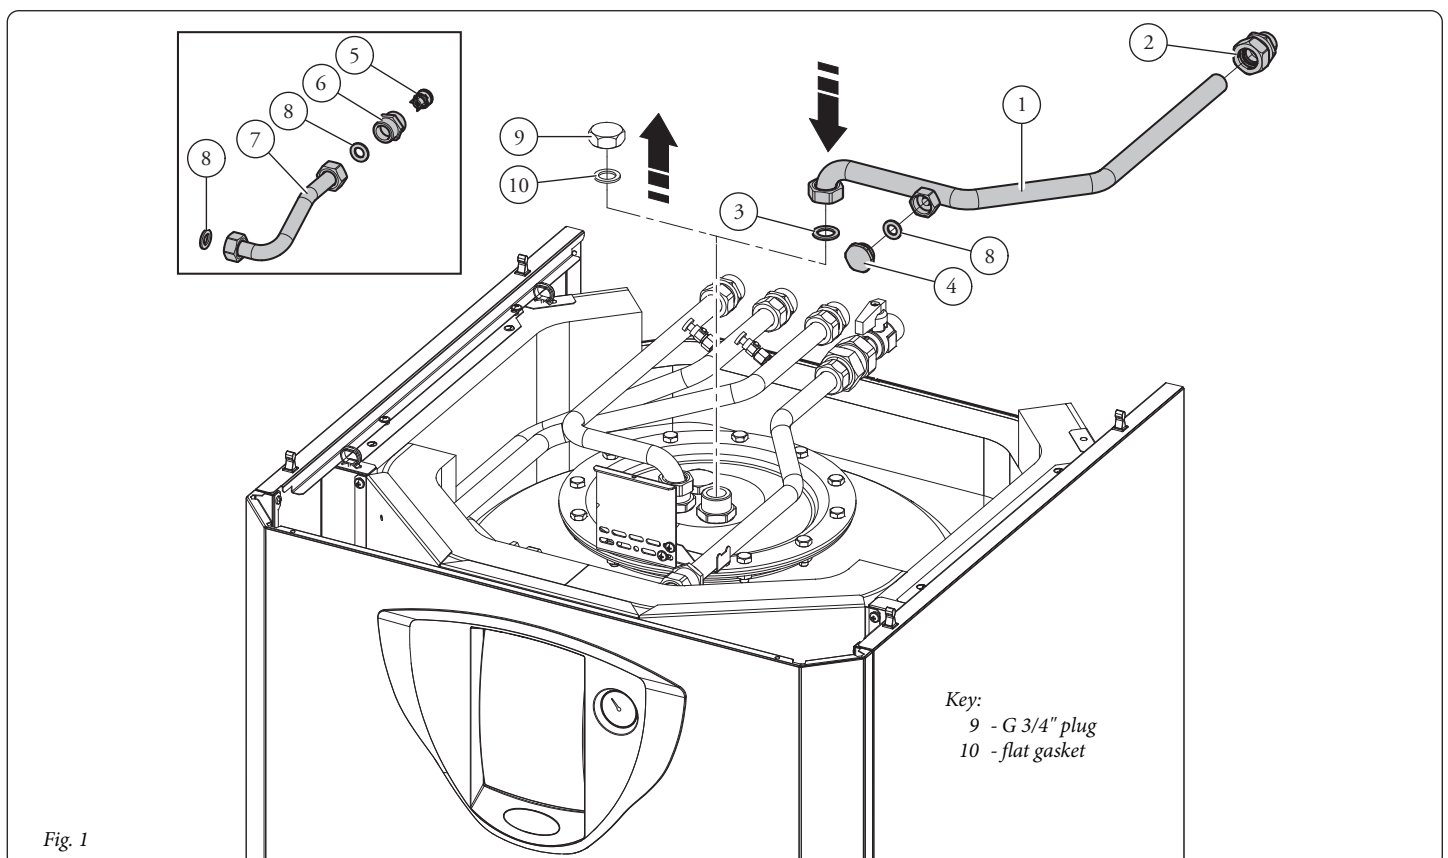

Fig. 1
Montaggio UB Inox 200-2 (fig. 1).
- Smontare il tappo da 3/4" (9) con relativa guarnizione (10) dal raccordo sonda situato sulla flangia superiore dell'unità bollitore.
- Collegare il tubo ricircolo (1) provvisto di dado al raccordo sonda dell'unità bollitore interponendo la guarnizione piana (3) presente nel kit.
- Avvitare il tappo (4) sul tubo (1) assicurandosi di interporre la guarnizione piana (8).
- Collegare il tubo ricircolo (1) all'impianto di ricircolo sanitario tramite il raccordo a tenuta radiale da 1/2" (2) in dotazione nel kit.
N.B.: i componenti (fig. 1 pos. 5, 6, 7 e 8) in questa installazione non vengono utilizzati.
UB Inox 200-2 Assembly (fig. 1).
- Remove the 3/4" plug (9) with its gasket (10) from the probe fitting located on the top flange of the storage tank unit.
- Connect the recirculation pipe (1) fitted with nut to the storage tank unit probe fitting, placing the flat gasket (3) included in the kit in between.
- Screw the plug (4) onto the pipe (1) making sure to place the flat gasket (8) in between.
- Connect the recirculation pipe (1) to the DHW recirculation system by means of the 1/2" radial seal fitting (2) included in the kit.
N.B.: the components (fig. 1 pos. 5, 6, 7 and 8) are not used in this installation.